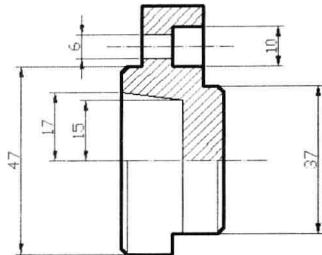

图 7-7-1
(1) 打开素材文件“7-7.dwg”，在“常用”选项卡的“注释”面板中，使用“线性标注”按钮 L ，标注尺寸如图 7-7-1 所示。